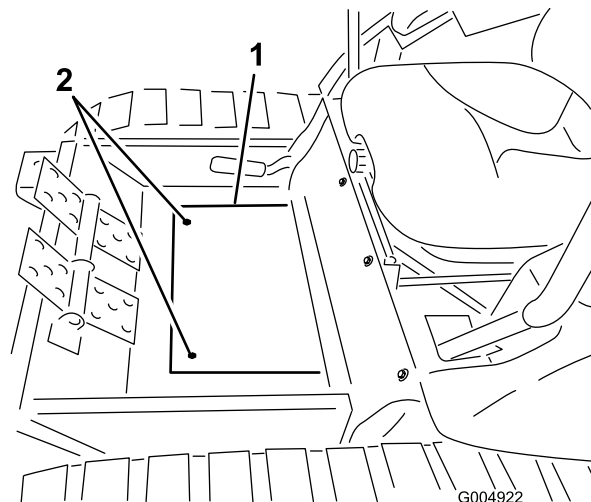

Figure 51
25. Fixez la plaque couvercle de plancher du châssis d'hiver au plancher avec les vis retirées précédemment (Figure 51).